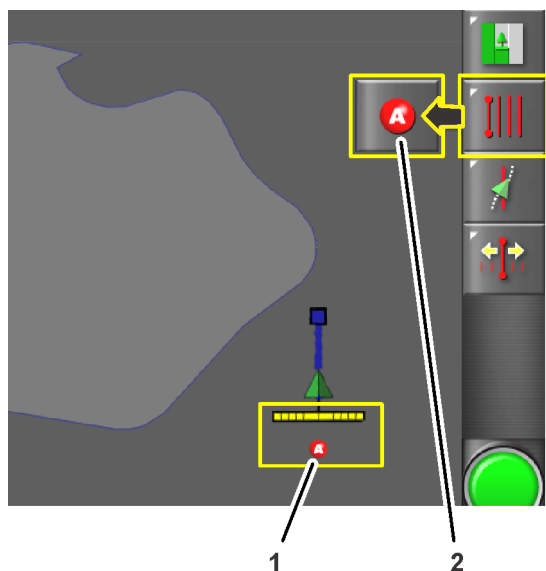

Figure 12
5. Appuyez sur l'icône de réglage du point A (Figure 12).